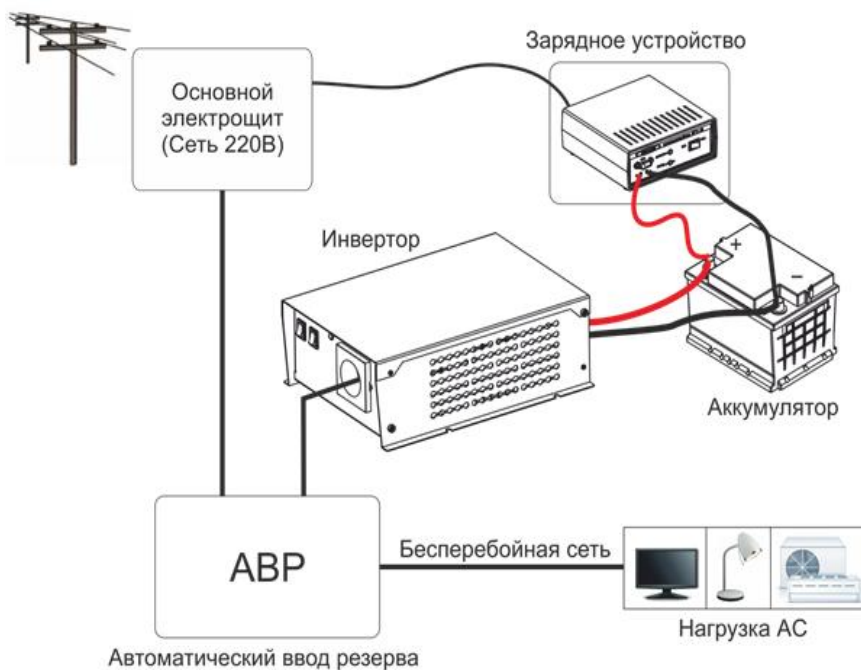

Рисунок 3 – Построение системы бесперебойного питания off-line типа на основе зарядного устройства, инвертора напряжения и АВР
8.1 Для построения системы бесперебойного питания off-line типа на основе зарядного устройства и инвертора напряжения необходимо применить автоматический ввод резерва (АВР), например, на основе реле выбора фаз РВФ-02 (см. рисунок 3). При наличии сетевого напряжения нагрузка питается непосредственно от сети ~ 220 В, при этом зарядное устройство заряжает аккумулятор и поддерживает его в заряженном состоянии. В случае отключения сетевого напряжения ~ 220 В нагрузка переключается на питание от инвертора.